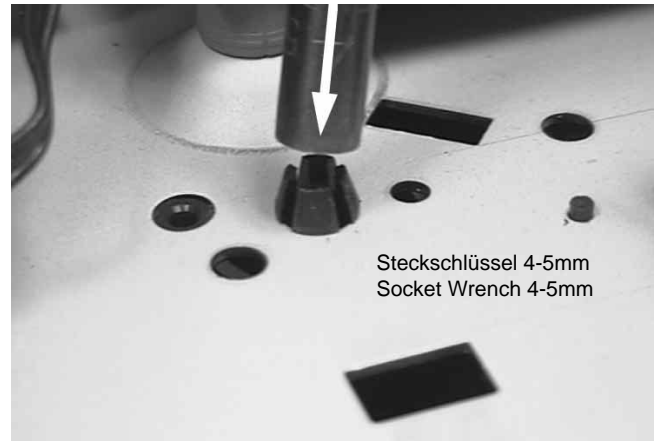

Fig. 5
- Fuß unter dem Netztrafo ausbauen (Fig. 5).
- Remove the foot under the mains transformer (Fig. 5).